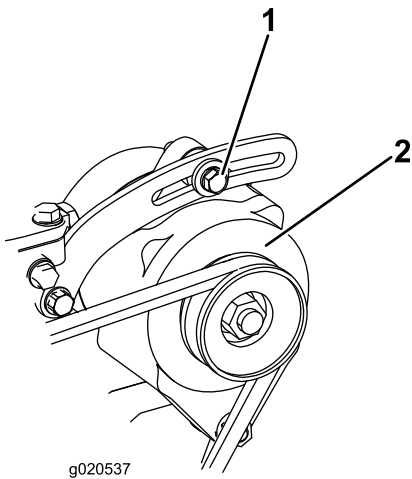

Figura 74
Verifique o estado e a tensão da correia (Figura 74) após cada 100 horas de funcionamento.
2. Se a deslocação obtida não for igual a 10 mm, deve desapertar os parafusos de montagem do alternador (Figura 74). Aumente ou diminua a tensão da correia do alternador e aperte os parafusos. Verifique uma vez mais a deslocação da correia para se certificar de que a tensão está correta.